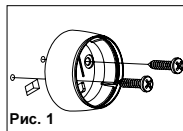

Рис. 1
- Закрепите корпус для поверхностного монтажа с помощью прилагаемых винтов-саморезов (Рис. 1).